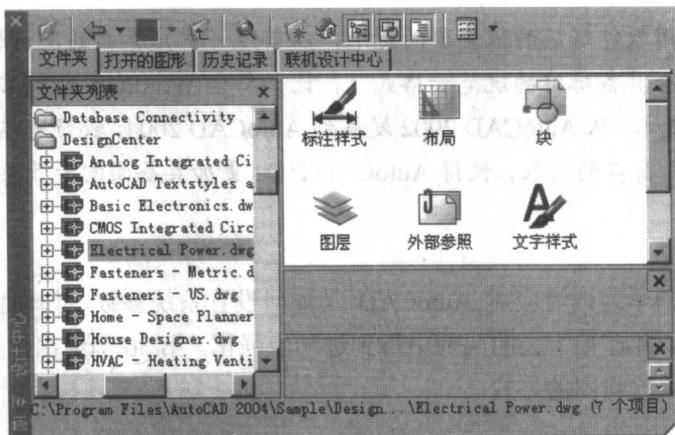

图 1-4 “设计中心”窗口
## ② 打开“设计中心”窗口，如图 1-4 所示。
在“文件夹列表”中选择文件 Electrical Power.dwg，如图 1-4 所示，窗口下方显示该文件的路径。窗口右边以图标的形式显示图形文件一般包含的 7 个项目的内容，双击项目“块”，在该窗口区域打开 20 个电力设备的图符。任意单击一个图案，下方两个窗口区域分别显示放大的该图案及说明。